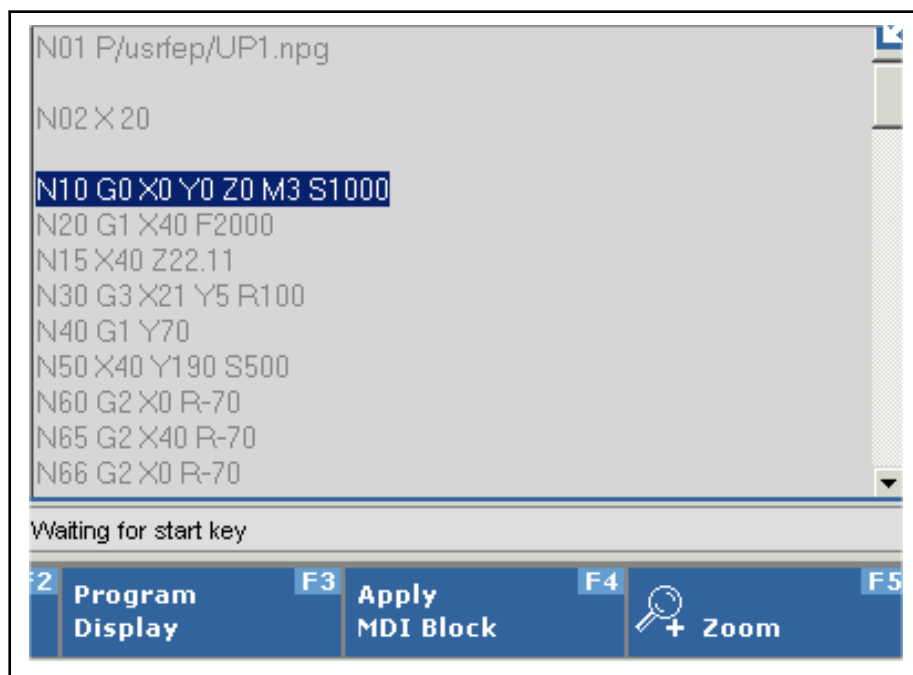

Fig. 5-15: Édition non autorisée
2. La touche <F4> ou <Enter> permet d'appliquer le bloc dans la CN. La commande se met en état "prêt", le bloc est sélectionné. L'édition n'est plus autorisée. Le texte "Attendre la touche démarrer" (voir Fig. 5-15 "Édition non autorisée" à la page 91) apparaît dans la barre d'état.